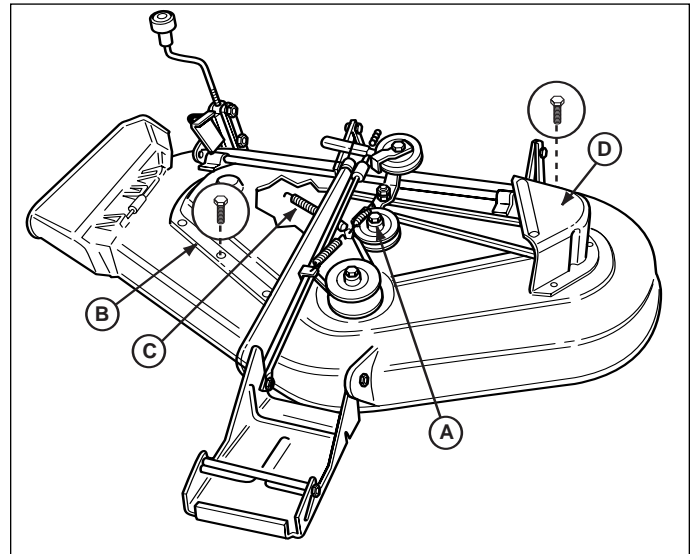

Abb. 42. Mähwerke - 112 cm und 127 cm
4. Siehe Abb. 42. Drei Kopfschrauben entfernen, die die linke Wellenabdeckung (D) sichern.
7. Siehe Abb. 42. Die linke Wellenabdeckung (D) anbringen. Das Mähwerk wieder montieren, falls es demontiert wurde.